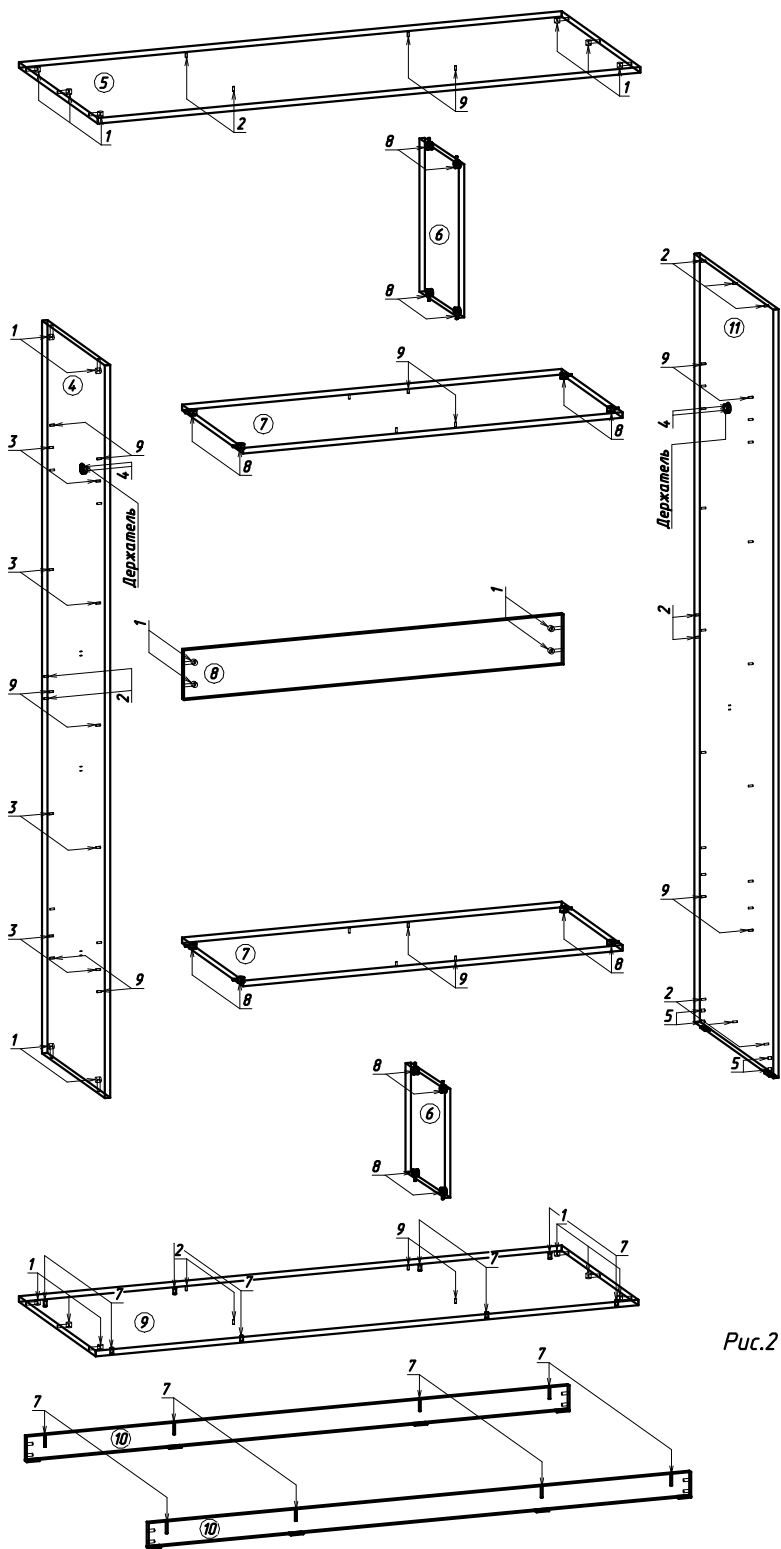

Рис.2
- 1.8 Отверстия (места), в которые вкручивается крепеж, указаны на Рис.2. Они обозначаются цифрой, соответствующей порядковому номеру крепежа в списке крепежа. Номер детали обозначается обведенной кружком цифрой, соответствующей порядковому номеру детали в списке деталей. При этом важно не перепутать взаимное расположение деталей.